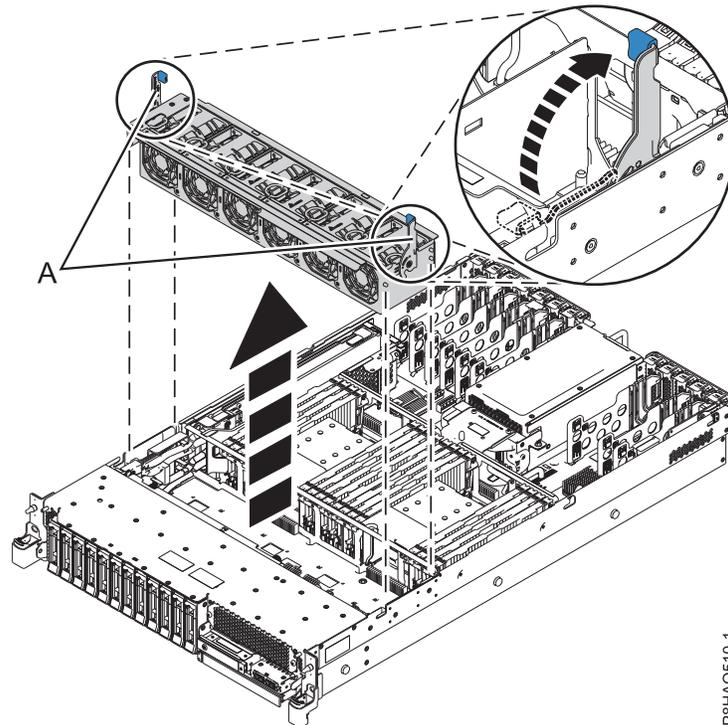

Figure 4. Retrait du boîtier de ventilation
3. Relâchez les taquets bleus des points tactiles (A) en les tirant vers le haut, comme illustré à la figure 4. Cette action permet de désinstaller le boîtier de ventilation.
4. Tirez le boîtier de ventilation vers le haut pour le sortir du système en le maintenant par les taquets bleus des points tactiles (A).